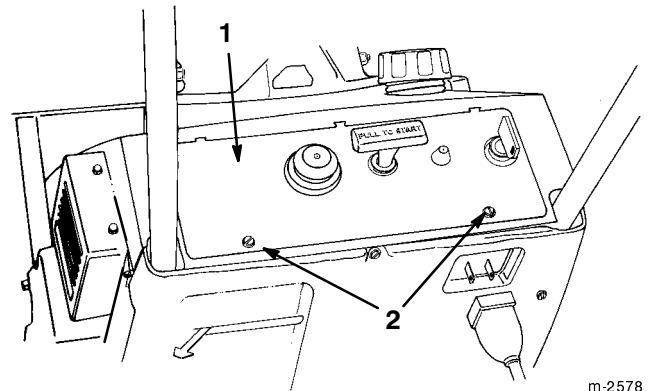

Figure 16
2. Enlevez les deux vis qui fixent le panneau de commande au carter (Fig. 16).
- Enlevez les deux vis qui fixent le panneau de commande au carter (Fig. 16).